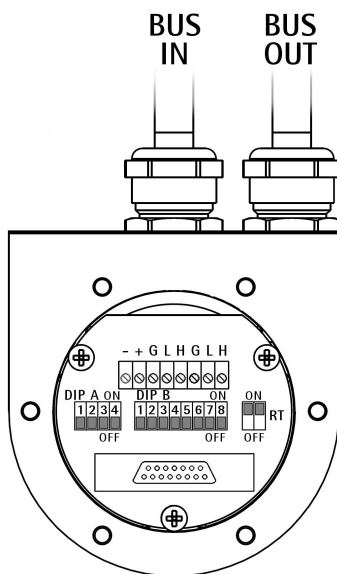

Figura 1 - Vista interna del coperchio
4.4 Resistenza di terminazione: RT (Figura 1)
4.5 Velocità di trasmissione dati: DIP A (Figura 1)
4.6 Indirizzo nodo: DIP B (Figura 1)